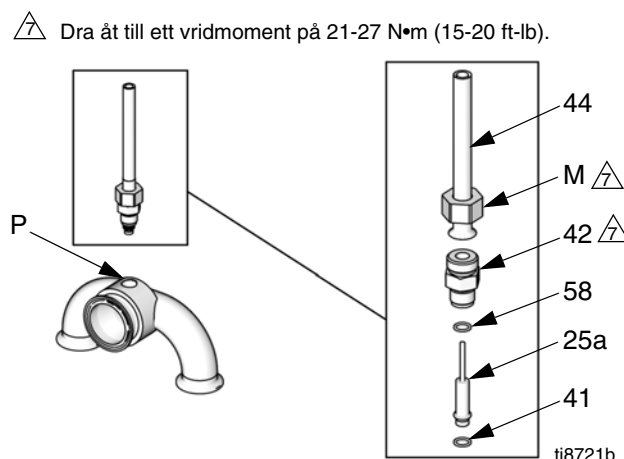

FIG. 10. Tryckomvandlare
11. Se FIG. 10. Lossa muttern (M) på sensorröret (44) och skruva loss adaptern (42) från omvandlarporten (P). Ta bort omvandlaren (25a) från porten.
13. Se FIG. 10. Montera en ny svart o-ring (41) och den nya mässingsdistansen (58) på omvandlaren (25a).
16. Se FIG. 10. Sätt in omvandlaren i omvandlarporten (P). Dra först åt adaptern (42) och därefter muttern (M) till ett vridmoment på 21-27 N•m (15-20 ft-lb).